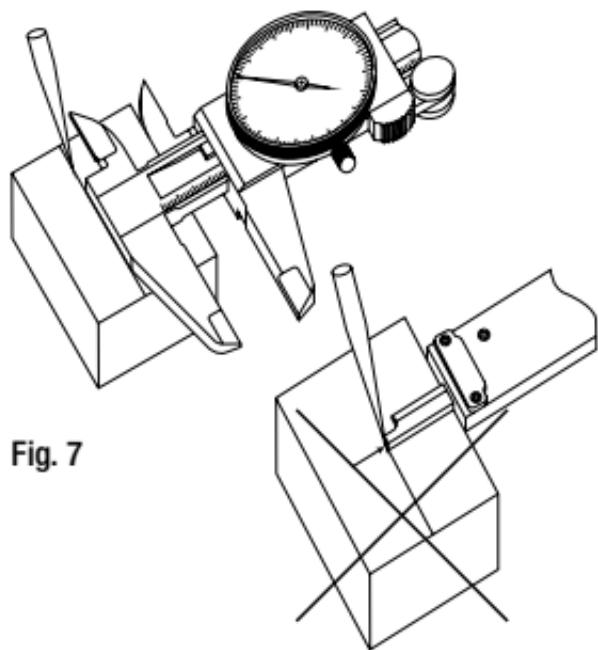

Fig. 7
- **Face de traçage :** déplacer la face de référence du traçage (11) contre la référence de la pièce et déplacer la coulisse (5) à la mesure choisie, la verrouiller, puis procéder au traçage (fig. 7).